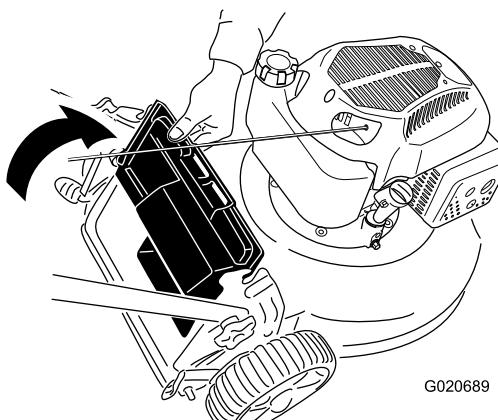

Figura 20
2. Levante el deflector trasero y sujételo (Figura 20).